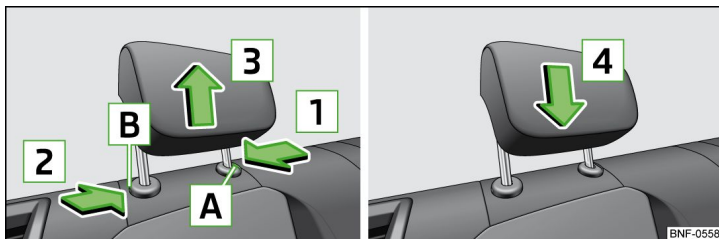

Fig. 46 Hovedstøtter bagi: Afmontering / Montering
- Tryk på låseknappen **A**, og hold den i pilens retning **1** » Fig. 46.